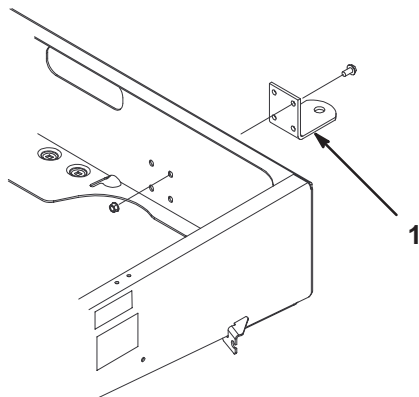

Figure 7
2. Placez la patte d'attelage en face des trous de montage sur le châssis. Fixez la patte d'attelage en position avec les vis et écrous (Fig. 7).